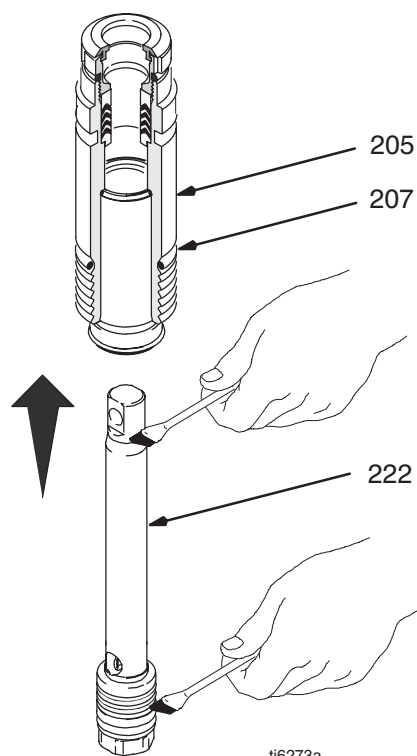

Рис. 15
Рис. 15. Смажьте верхние один - два дюйма штока поршня (222), которые проходят через уплотнения горловины (205) втулка/узел цилиндра. Смажьте уплотнения поршня в нижней части штока.